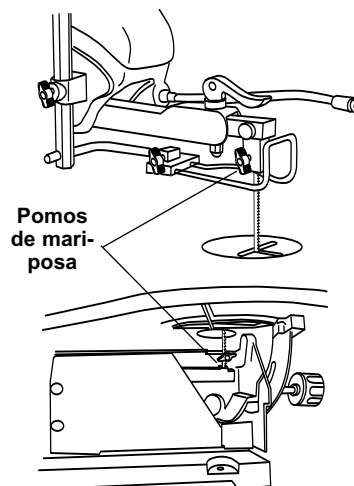

Figura 9. Cambio de Hojas
2. Abra la puerta de acceso fácil y afloje el pomo de mariposa de la hoja ubicado en los portahojas superior e inferior (Figura 9). Quite la hoja de los portahojas superior e inferior tirando hacia delante de la hoja y levantando luego la hoja a través del agujero de acceso ubi-
NOTA: Para realizar el corte y evitar una elevación incontrolable de la pieza de trabajo, los dientes de la hoja que se use en la estación ** de contornear deben estar orientados siempre hacia abajo, de la manera que se muestra en la Figura 9, cuando se instale la hoja.